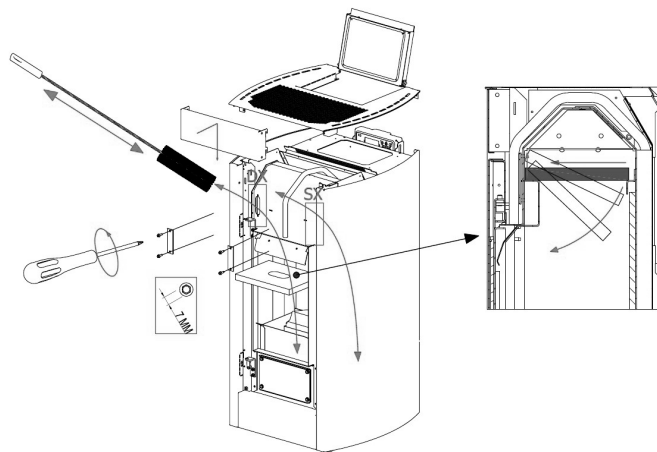

Fig. 85 - Limpieza
- Extraiga el deflector superior (ver **Fig. 85**), aspire las posibles cenizas y limpie las paredes internas de la cámara de combustión.